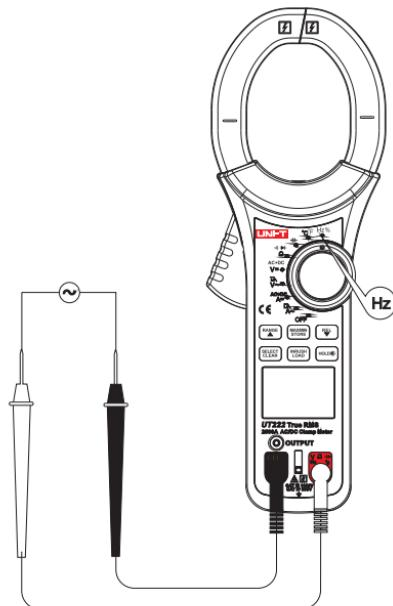

图 10
7. 频率/占空比测量（见图10）
- 电流测量功能必须在0℃~40℃之间操作，在直流电流测量时，如果读数为正值，则电流的方向为由上到下(见图10：面板为上，底盖为下)。按住扳机不要突然松开，霍尔元件是一种敏感器件，除了对磁敏感外，对热、机械应力均有不同程度的敏感，撞击会短时间引起读数变化。